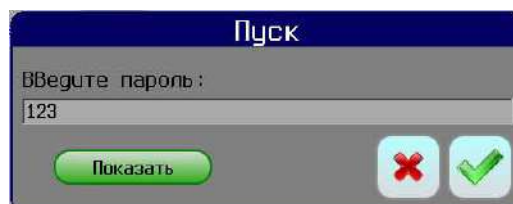

Рисунок 5 - Окно запроса ввода пароля
- воспользоваться виртуальной клавиатурой; для этого сначала закрыть окно ввода пароля (Рисунок 5), нажав в нём кнопку ; вызвать виртуальную клавиатуру кнопкой  и сдвинуть её от центра экрана (за заголовок); сделать запрос, требующий ввода пароля; ввести пароль и нажать кнопку ; убрать клавиатуру с экрана, нажав **«X»** в её заголовке.